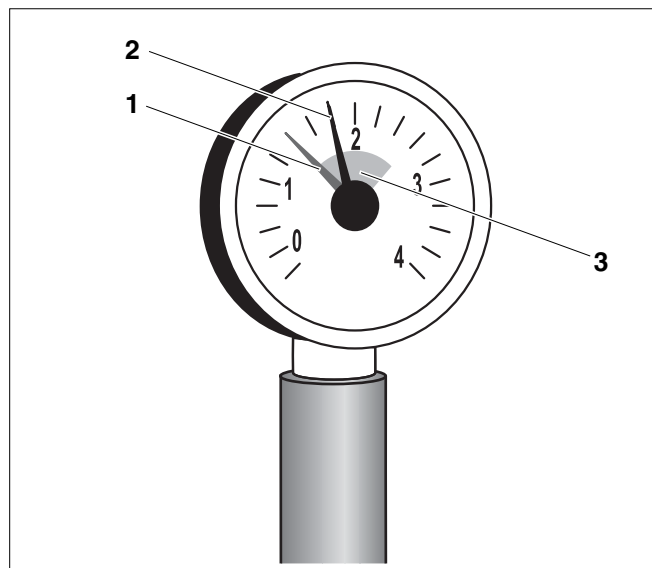

Abb. 5 Manometer für geschlossene Anlagen
Bei geschlossenen Anlagen muss der Manometerzeiger (Abb. 5, **Pos. 2**) innerhalb der grünen Markierung (Abb. 5, **Pos. 3**) stehen. Der rote Zeiger (Abb. 5, **Pos. 1**) des Manometers muss auf den für die Anlage erforderlichen Druck eingestellt sein.
- Wenn der Manometerzeiger (Abb. 5, **Pos. 2**) die grüne Markierung (Abb. 5, **Pos. 3**) unterschreitet, dann ist der Wasserdruck der Anlage zu gering. Füllen Sie die Heizungsanlage mit Ergänzungswasser (siehe Kapitel 3 „Richtiges Füll- und Ergänzungswasser verwenden“, Seite 7) auf.